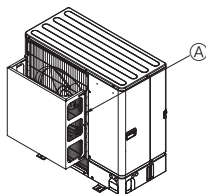

Fig. 2-5
② Monér en ekstra luftledeskærm på steder, hvor kraftig vind kan blæse direkte ind i luftudgangen. (Fig. 2-5)